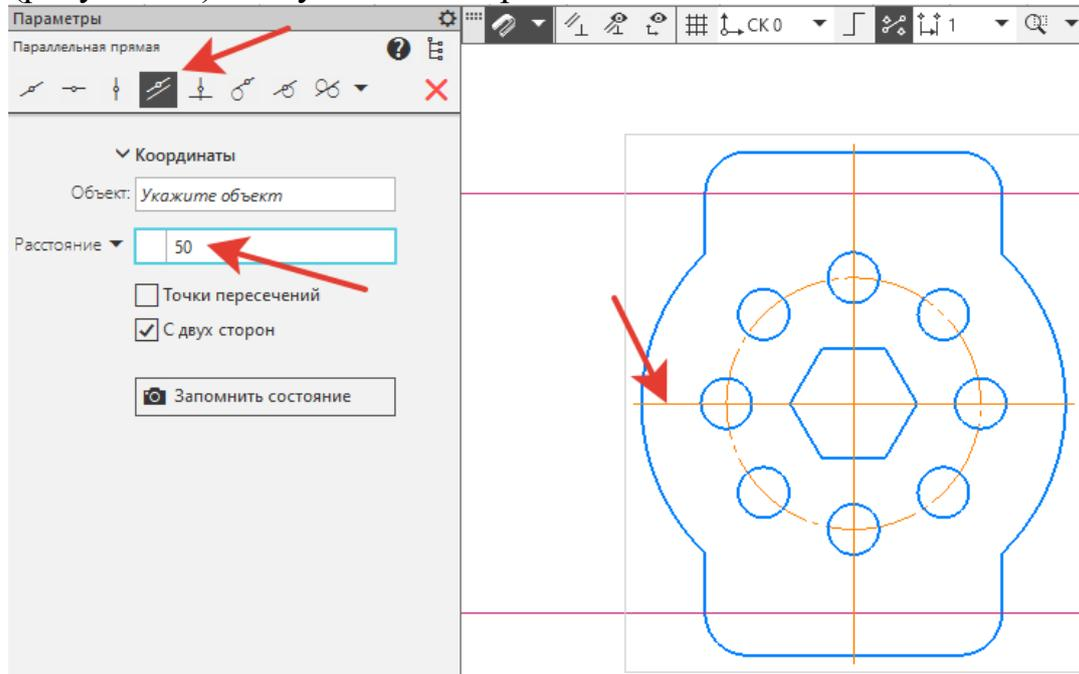

Рисунок 20.
12. Выполняем четыре окружности по углам. На инструментальной панели **Геометрия** активизируйте команду **Вспомогательная прямая**, выберите **Параллельная прямая**. В **Параметрах** задать: **Расстояние** - 50, поставить галочку - **С двух сторон**. В качестве объекта укажите горизонтальную осевую линию (рисунок 20). Получили две горизонтальные линии.